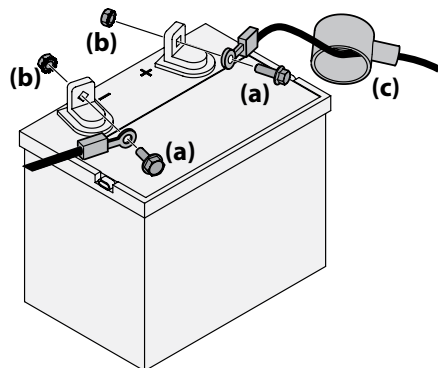

Figura 2-12
3. Retire a tampa de plástico, se houver, do terminal positivo da bateria e conecte o cabo vermelho ao terminal positivo da bateria (+) com o parafuso (a) e a porca hexagonal (b). Veja Figura 2-12.
4. Retire a tampa de plástico, se houver, do terminal positivo da bateria e conecte o cabo preto ao terminal negativo da bateria (-) com o parafuso (a) e a porca hexagonal (b). Veja Figura 2-12.